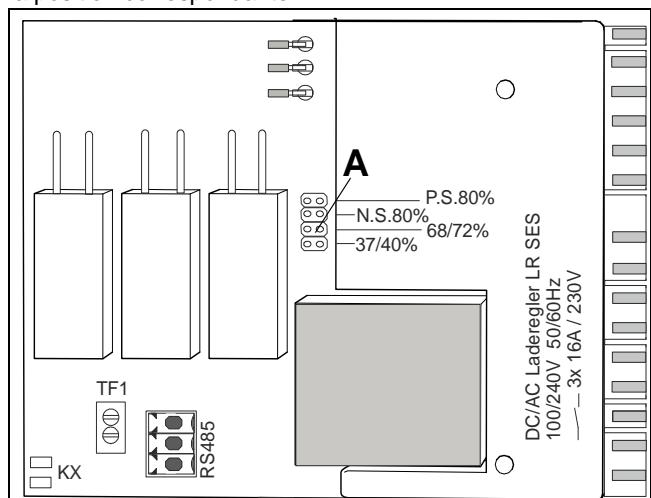

Fig. 23 : Régulateur de charge avec fiche de programmation (A) signal ED
Si l'accumulateur de chaleur est exploité sur d'autres systèmes ED, la fiche programme (A) Fig.23 doit être insérée à la position correspondante.